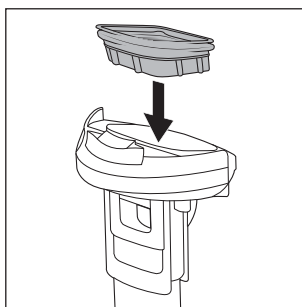

Rys. 26
- ♦ W razie potrzeby wyczyść miejsce zamocowania zbiornika na brudną wodę **2** w urządzeniu, używając do tego wilgotnej szmatki lub chusteczki (patrz rys. 26).